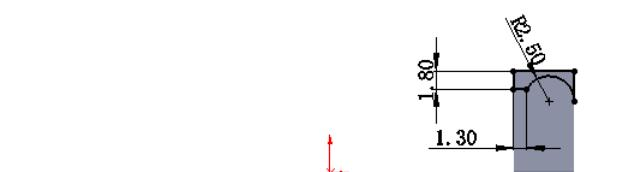

图 15.4.19 横断面草图
- ② 定义横断面草图。在草图环境中绘制图 15.4.19 所示的横断面草图。
- (3) 定义切除深度属性。在“切除—拉伸”对话框 **方向 1** 区域的 **下拉列表** 中选择 **完全贯穿** 选项，选中 **正交切除(N)** 复选框。其他选择默认设置值。
- (4) 单击 **√** 按钮，完成切除—拉伸 1 的创建。